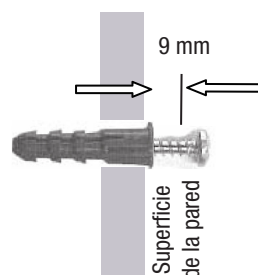

Figura 3
*NOTA:* Si los tornillos se atornillan sobre paneles de yeso y no sobre un montante, perforo previamente los orificios de los tornillos con una broca de 5 mm (3/16"). Inserte los anclajes en los orificios y atornille los tornillos, dejando que sobresalgan 9 mm de cada tornillo de la superficie de la pared como se muestra en la **Figura 3**.